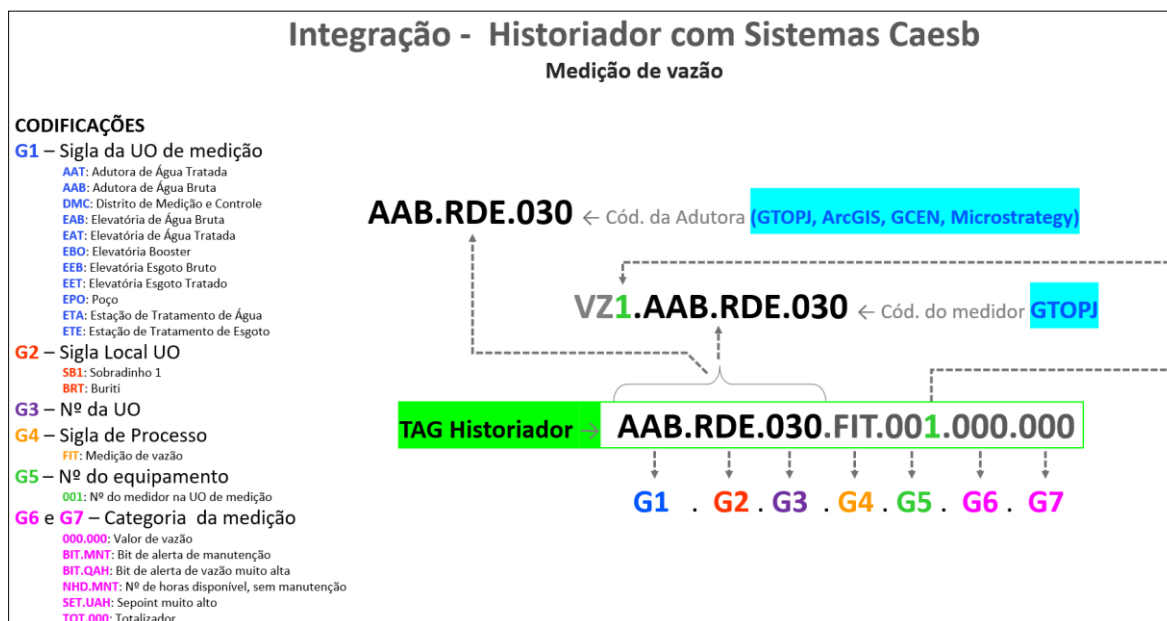

Figura 1 - Exemplo de codificação da TAG.
- Ainda no Historiador, o código de identificação (TAG) de uma variável temporal, deverá ser baseado no sistema de codificação normatizado pela companhia. A estruturação correta dessas TAGs irá permitir consultas rápidas e integrações precisas nos demais sistemas da companhia, ver Figura 1;